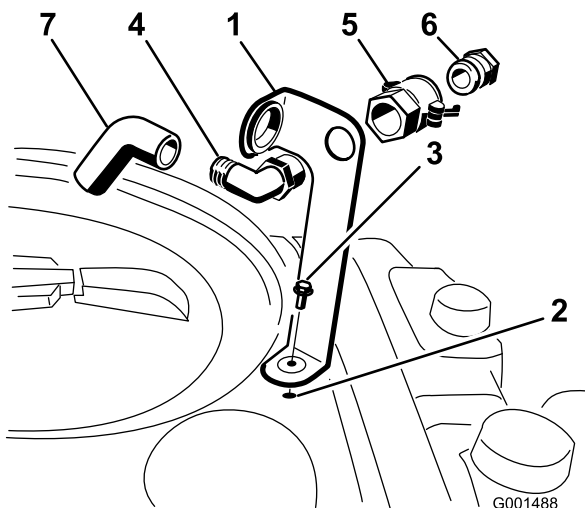

Figure 3
1. Placez le support de prise de remplissage au-dessus du trou fileté de la cuve et fixez-le avec un boulon à embase (5/16 x 3/4 pouce) (Figure 3).
2. Passez l'extrémité filetée du raccord coudé dans le trou du support et vissez-y le raccord rapide pour le fixer au support (Figure 3).
3. Raccordez l'adaptateur de flexible au raccord rapide (Figure 3).
4. Bloquez l'adaptateur en place en basculant les leviers vers l'adaptateur puis en les fixant en position avec les goupilles fendues (Figure 3).
5. Placez le flexible anti-siphonnement dans la grande ouverture du support et sur l'extrémité cannelée du raccord coudé 90 degrés (Figure 3).